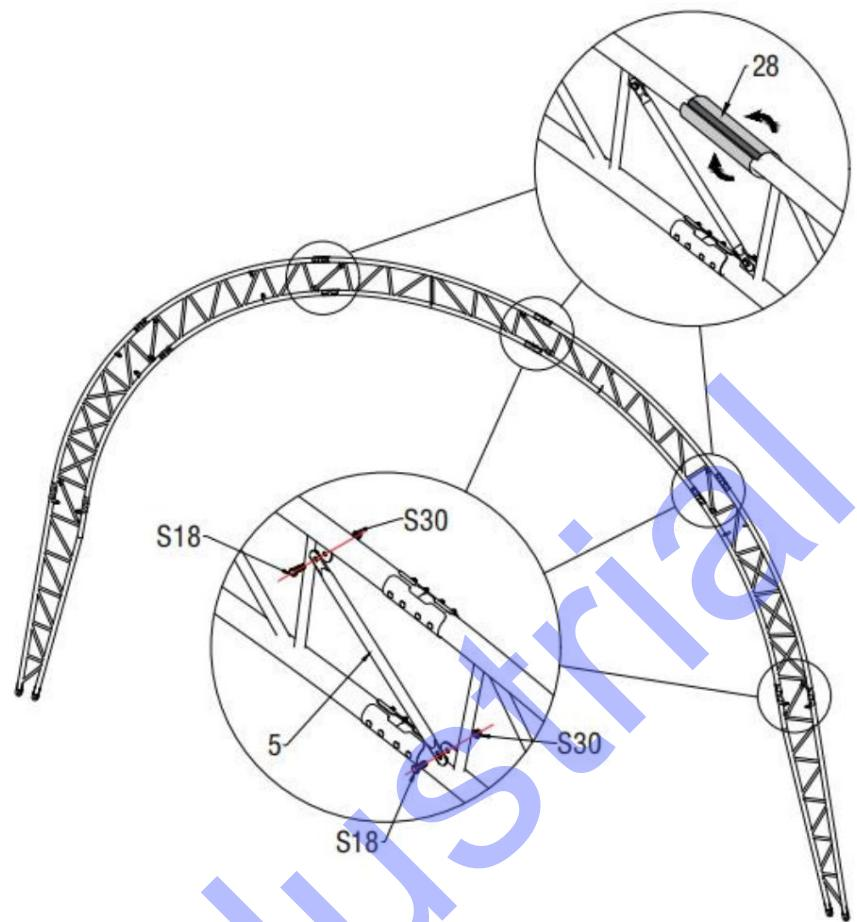

Figure 5
3. Comme le montre la figure 5, utilisez la sangle de support entre l'arche (n° 5) pour connecter le toit supérieur tube (n° 1) avec un boulon hexagonal 10 x 30 mm (n° S18). Placez ensuite la protection en PVC sur le tube. extérieur de la connexion de l'arche pour protéger la couverture du toit des rayures causées par le joint extérieur. Assemblez le reste de l'autre groupe d'arcs à double ferme comme ceci.